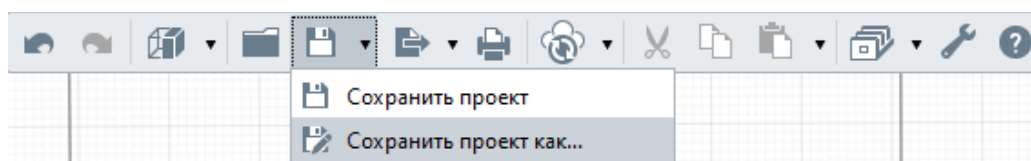

Рис. 25 Сохранение проекта
7. Сохраните данную работу в свою папку: на **Основной панели** – **Сохранить проект как...** (рис. 25)